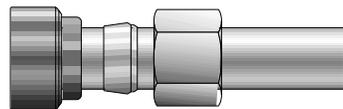

Рисунок 1
1. Оденьте гайку CPI™, уплотнительное кольцо CPI™ и плашку для корпуса на трубу, как это показано на рис. 1. Убедитесь в том, что конический конец уплотнительного кольца расположен по направлению к плашке корпуса.
3. Вставьте сборную трубу (рис. 1) в кольцо, поддерживающее гайку.